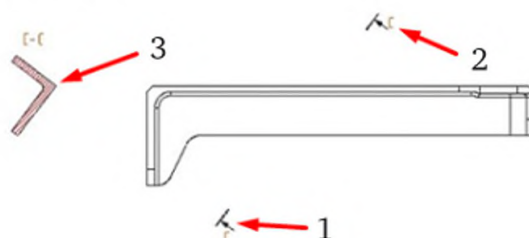

Рис. 5.11
3. В строке состояния появится запрос **Плоский вид?**. Выбрать в закладке **Линии и штриховки** тип штриховки сечения. Указанием курсора и щелчком левой кнопки «мыши» указать на плоский вид, на котором выполняется сечение. Построить линию сечения, указав курсором и щелчками левой кнопки «мыши» ее начальную (1) и конечную точку (2) (рис. 5.11).
4. Переместить курсором сечение в нужное место на рабочей плоскости и щелкнуть левой кнопкой «мыши». Сечение будет зафиксировано в указанном курсором месте (3) (см. рис. 5.11).